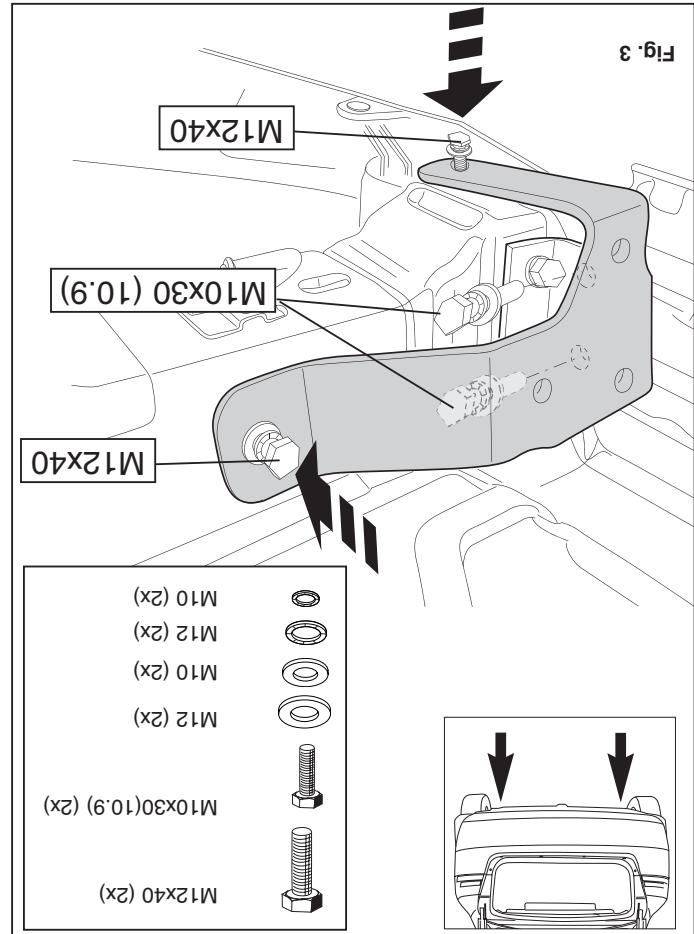

Fig. 3
- Fit the sideplates C at the left and right at points D, E and F, hand-tight. See figure 3.
4. Monter les plaques latérales C à gauche et à droite à l'emplacement des points D, E et F sans serrer. Voir la figure 3.
4. Monter sidepladerne C i venstre og højre side manuelt ved punkterne D, E og F. Se fig. 3.